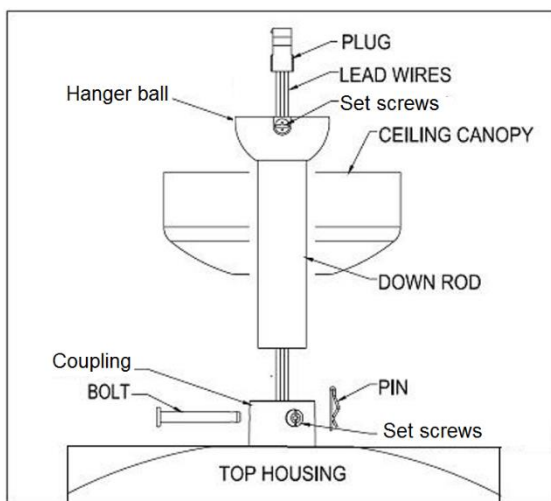

Abb.4
1. Lösen Sie die Aufhängung. (siehe Abb.4)
Halten Sie den kompletten Ventilator unter die Halterung. Die Sicherungsnut (A) der Kugelaufhängung muss in den Anschlag (B) der Halterung (C) greifen, um ein Verdrehen des Ventilators im Betrieb zu verhindern. (Abb. 4)